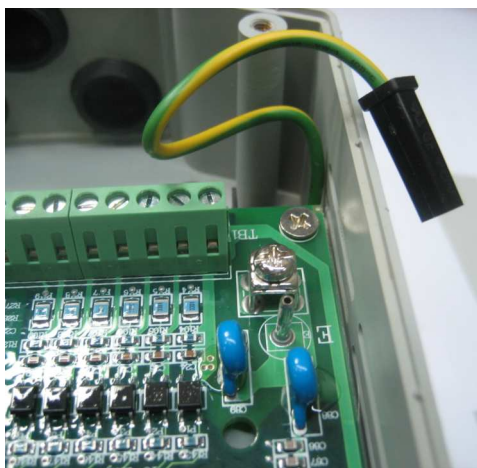

Рис. 6.5
6.3.2. Отсоединить провод заземления 1 от контакта на плате ЦП (рис. 6.5).